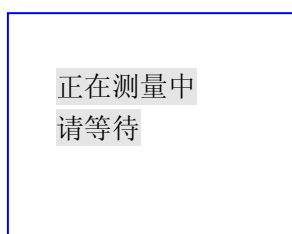

图 8 正在测量中
- ⑤ 打开“内高压允许”开关，按“ENT”键，仪器开始产生高压输出，同时伴有“嘟”的提示音，此时，屏幕显示“**正在测量中 请等待**”，如图 8 所示。